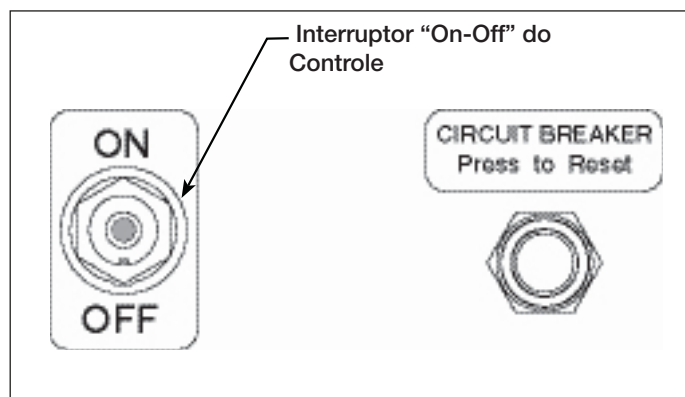

Figura 6, Painel de Controle da Bomba
5.1 Interruptor “On-Off” (Liga-Desliga) da Bomba (Ver Figura 6)
4. Conecte a unidade na energia elétrica. Mova o interruptor “on-off” para a posição “ON”. Ver Figura 6.